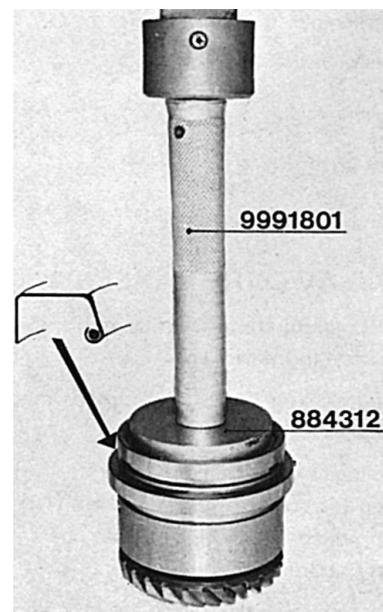

Fig. 20.
7. Démontez à nouveau l'outil 884483 de la boîte à double roulement. Enlever la rondelle de butée (18) et les cales. Presser la nouvelle bague d'étanchéité (16) sur l'épaulement dans la boîte à double roulement, partie ouverte tournée du côté du roulement. Se servir des outils 9991801 et 884312, voir figure 20. Mettre le circlips (17) et la rondelle de butée (18) avec cales.